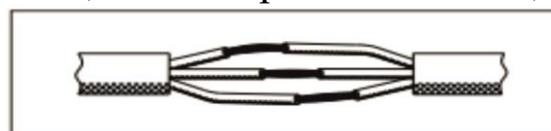
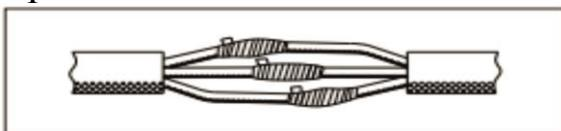

Рисунок 3
Рисунок 4
2. Плотно замотайте место скрутки жил сначала электроизоляционной лентой (смотрите рисунок 3 ниже), а затем водонепроницаемой изолентой (смотрите рисунок 4 ниже). Водонепроницаемой изоленты по ширине должно быть намотано примерно на 1 см больше, чем электроизоляционной, по обе стороны места соединения.